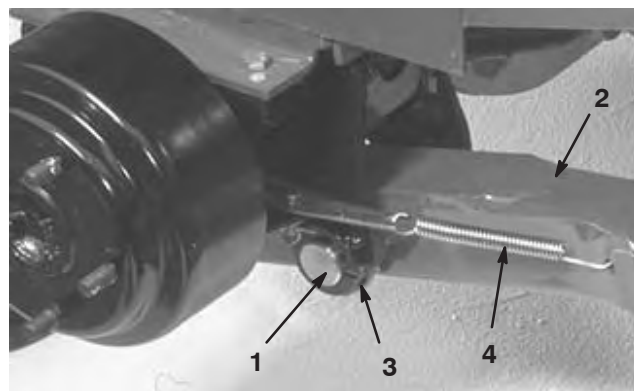

Figure 2
4. Montez un bras de levage sur le support de pivot avec un axe de pivot et une goupille fendue (Fig. 2). Placez les bras de levage de sorte que les extrémités soient courbées vers l'extérieur.
5. Montez l'arrière du bras de levage sur le vérin de levage avec un axe de pivot et (2) goupilles fendues (fournis avec le groupe de déplacement).
6. Accrochez le ressort de rappel de frein dans le trou du bras de levage (Fig. 2).